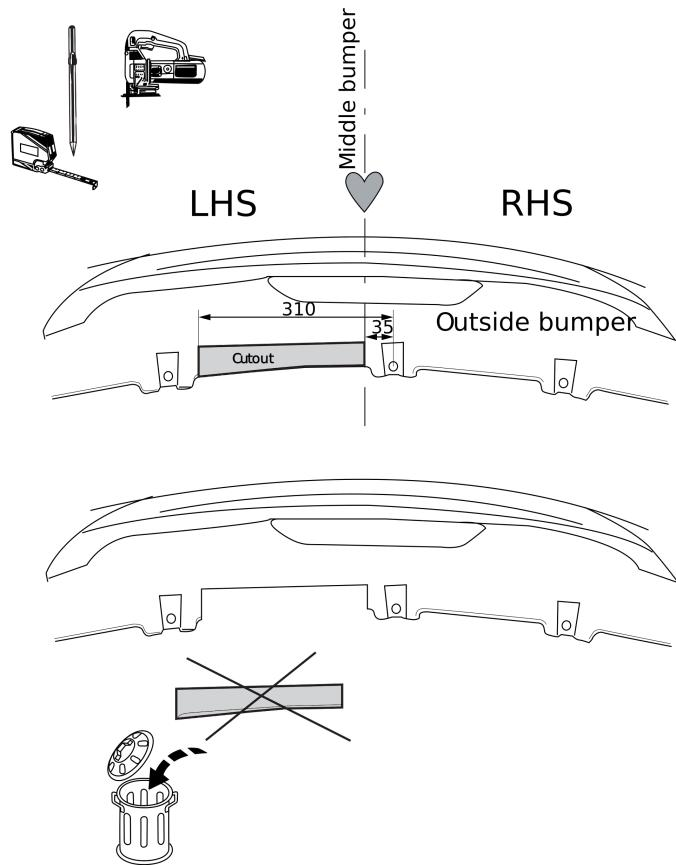

Fig. 4
- Выпилить обозначенную часть, как указано на рис. 4.